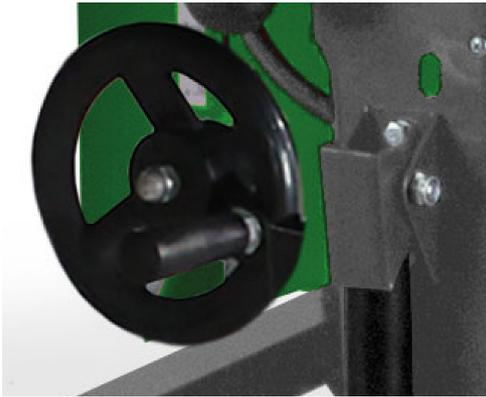

Abb. 17: Sägeblatt verstellen
- Verwenden Sie das Handrad (Abb. 17), um das Sägeblatt in der Höhe zu verstellen.